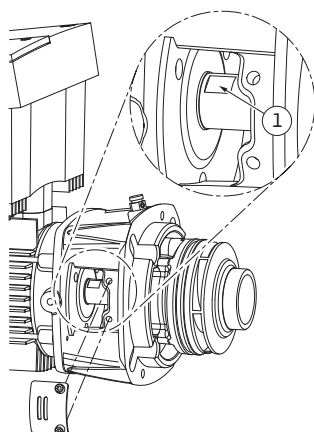

Fig. 52: Miejsca przyłożenia klucza na wale
15. Wprowadzić w okienko latarni klucz płaski, optymalny rozmiar klucza 22 mm, i przytrzymać wał za miejsca przyłożenia klucza (rys. 52, poz. 1). Wykręcić nakrętkę wirnika (rys. 7, poz. 15). Wirnik (rys. 7, poz. 16) zostaje automatycznie zdjęty z wału.
24. Podczas montażu wirnika wprowadzić w okienko latarni klucz płaski, optymalny rozmiar klucza 22 mm, i przytrzymać wał za miejsca przyłożenia klucza (rys. 52, poz. 1).